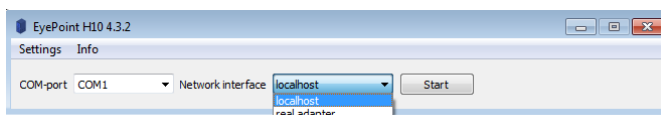

Рисунок 4. Выбор сетевого интерфейса EyePoint H10.
3. В выпадающем списке «Network interface» (Сетевой интерфейс) выберите «real adapter» (реальный адаптер) и нажмите «Start» (Рисунок 4).